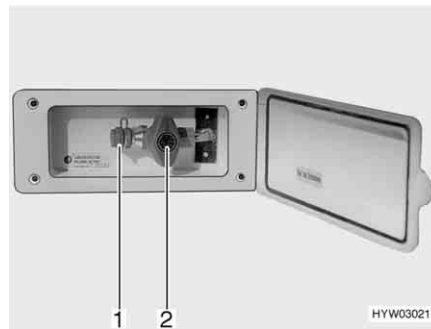

Fig. 153 Toma exterior de gas, válvula de paso de gas cerrada
La toma externa de gas (Fig. 153) está, en función del modelo, en la parte trasera o en el lado izquierdo o derecho del vehículo.
- Conectar el aparato de gas externo en el punto de conexión (Fig. 153,1).
- Abrir la válvula de paso de gas (Fig. 153,2).